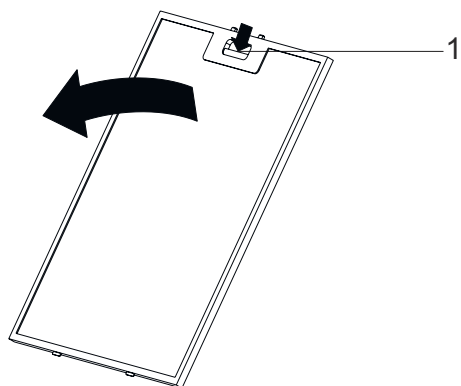

Fig. 6
- Appuyez sur la languette du filtre en aluminium (1) et tirez le filtre en aluminium dans le sens de la flèche (Fig. 6).